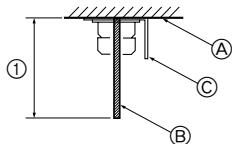

Fig. 3-4
3.2.4. Voorbereidingen van het binnenapparaat (Fig. 3-4)
- Monteer de ophangbouten. (de W3/8 of de M10 bouten moet u zelf kopen.) Stel de afstand vanaf het plafond van te voren vast (① binnen 100 mm).